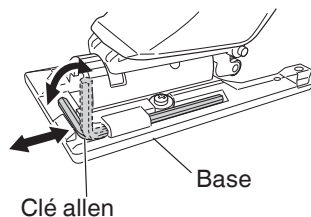

Fig. 18
- Il est possible de ranger la clé allen dans la base (voir Fig. 18).